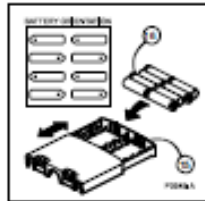

Figura 10 - Sustitución la tapa de la batería
- c) Lugar de 8 "AA" pilas alcalinas (16) en la base del paquete alcalina (15). Asegúrese de que están alineados como se muestra en la figura 10 y como muestra dentro del compartimento.